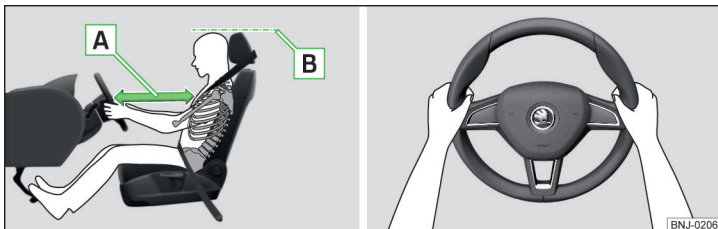

Fig. 15 Posición de asiento correcta del conductor / Posición correcta del volante
- ✓ Ajustar el volante de tal modo, que la distancia entre el volante y el estérnón sea, como mínimo, 25 cm » fig. 15 - A.
- ✓ Ajustar el reposacabezas de tal modo que el borde superior del mismo se encuentre, a ser posible, a la misma altura que la parte superior de su cabeza (no es válido para los asientos con reposacabezas integrado) » fig. 15 - B.
- Durante la conducción, sujete el volante con ambas manos por el borde exterior de los lados en las posiciones de las "9" y "3" horas » fig. 15. No sujete nunca el volante en la posición de las "12 horas" o de cualquier otro modo (p. ej., en el centro, en el borde interior del volante, etc.). De lo contrario puede generarse lesiones graves en los brazos, manos y la cabeza cuando se activa el airbag.
- ✓ Ajustar el reposacabezas de tal modo, que el borde superior del mismo se encuentre dentro de lo posible a la misma altura que la parte superior de su cabeza » fig. 15 de la pág. 19 - **B** (no es válido para asientos con reposacabezas integrados).
- ✓ Ajustar los reposacabezas de tal modo, que el borde superior de los mismos se encuentren, de ser posible, a la misma altura que la parte superior de la cabeza » fig. 15 de la pág. 19 - B.